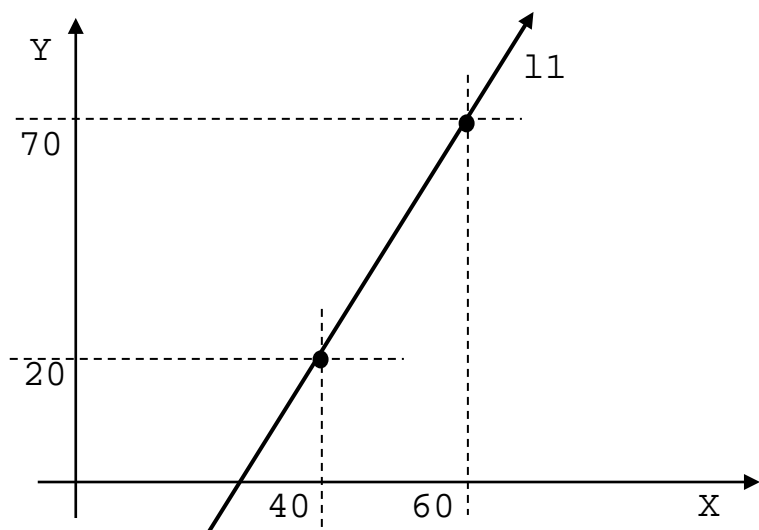

Рисунок 2.61
- прямая, проходящая через две точки (рисунок 2.61):